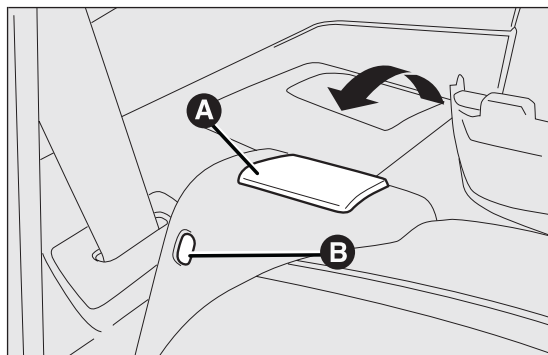

fig. 74
- ☐ per versioni con sedile posteriore sdoppiato: sollevare la leva A fig. 74 di ritegno schienale e ribaltare quest'ultimo in avanti in modo da ottenere un vano di carico uniforme. Il sollevamento della leva è evidenziato da una "banda rossa" B fig. 74;